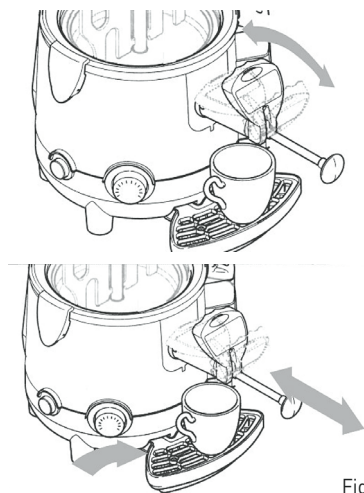

Fig. 1
- Если горячий шоколад наливается слишком медленно, рекомендуется максимально выдвинуть рычаг; для устранения закупорок в дозаторе, следует несколько раз потянуть и нажать на рычаг в свою сторону и от себя, без выключения устройства (смотрите: Рис. 1).